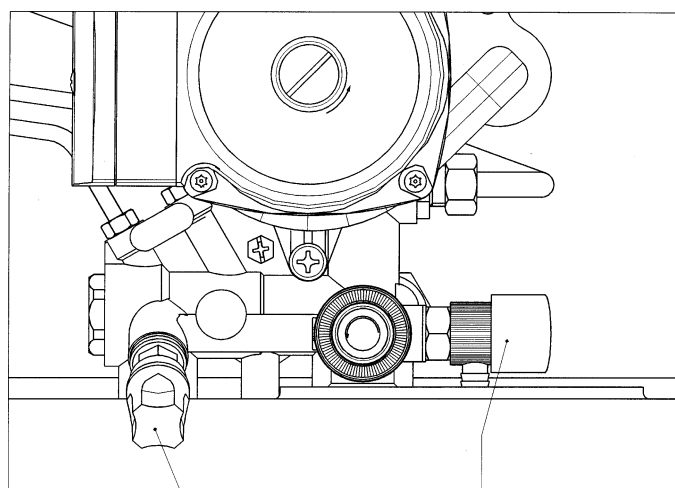

Figura 3
IMPORTANTE: Compruebe regularmente que la presión mostrada en el presostato (14), está comprendida entre 0,7 y 1,5 bar con la caldera inactiva. En caso de sobrepresión, abra la válvula de drenaje de la caldera. Si la presión es inferior, abra el tapón de llenado de la caldera (figura 3) para los modelos **energy 240 i - 240 Fi - 280 i - 280 Fi**.